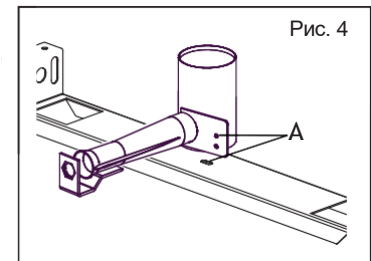

Рис. 4
- отверните винт отбора давления (рис. 4);
Варочная поверхность 700: отвинтите стопорную гайку на поперечине и запальной группе (рис. 4/А) / снимите горелку / установите новую горелку / затяните горелку на поперечине и запальной группе.